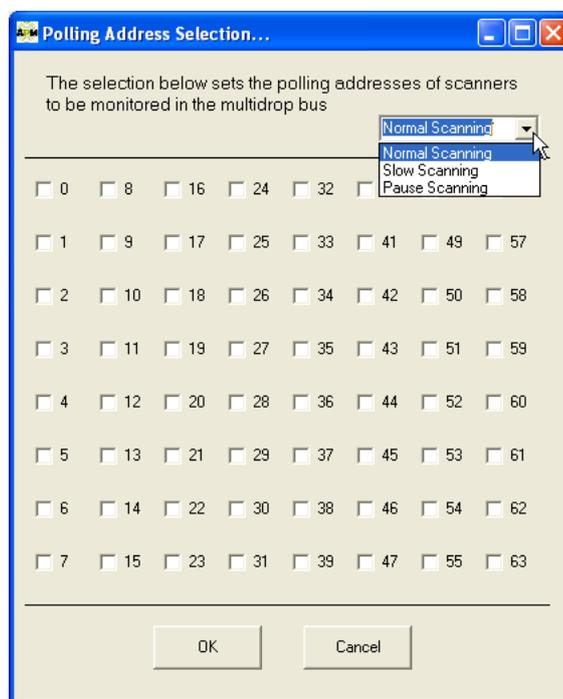

Рисунок 41
- Команда **Polling Address Selection** (в меню **Device**) – при подключении в режиме «multiple» (RS485 Multidrop) задаются сетевые адреса уровнемеров, подлежащих мониторингу. В появившемся окне отметьте соответствующие сетевые адреса. Для каждого уровнемера, для которого будет отмечен сетевой адрес, будет сохраняться Log-файл и 3DLog-файл (см. Рисунок 41).